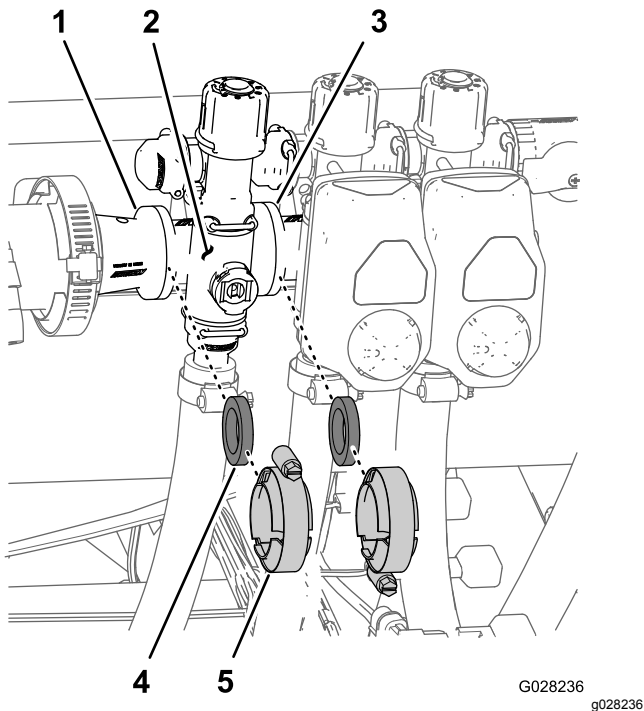

図 119
1. 個別ブームバルブ 図 119 のマニホールドを隣接する個別ブームバルブ左ブームの場合はリデュースカップリングに固定しているクランプとガスケットを外す。